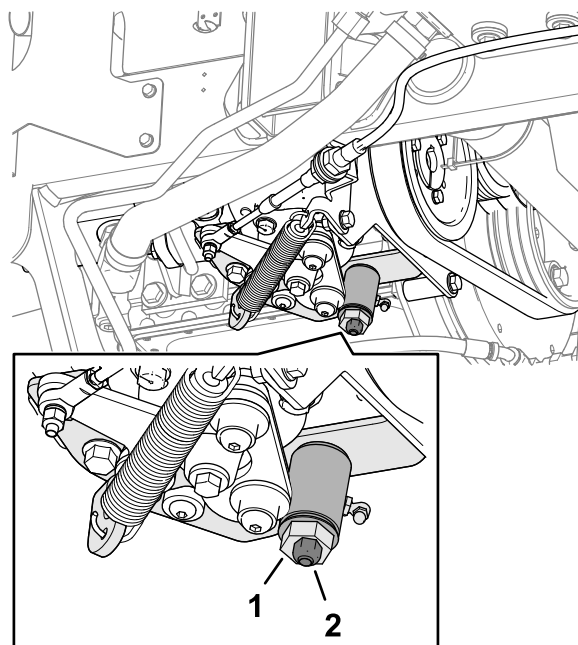

Figura 76
3. Afrouxe a contraporca no came de ajuste de tração (Figura 76).